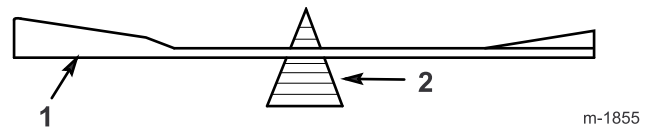

Bild 41
- Überprüfen Sie die Auswuchtung jedes Messers auf einer Ausgleichsmaschine (Bild 41). Wenn das Schnittmesser in seiner horizontalen Position bleibt, ist es ausgewuchtet und kann wiederverwendet werden. Feilen Sie, wenn das Schnittmesser nicht ausgewuchtet ist, an der Rückseite des Messers etwas Metall ab. Wiederholen Sie diesen Vorgang, bis das Messer ausgewuchtet ist.